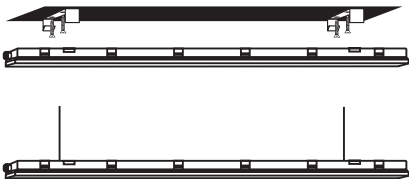

Рис. 3
4. Установите светильник на поверхности или на подвесе при помощи крепежных скоб (Рис. 3.)